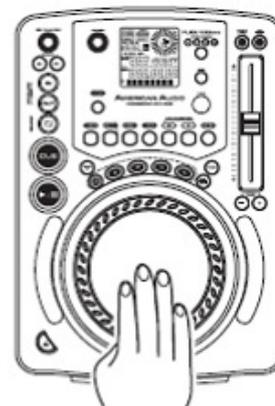
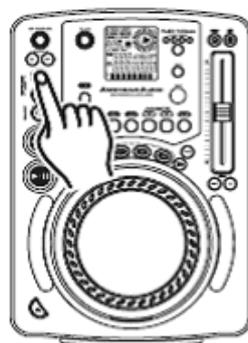

Figura 12
Figura 19
Questa funzione consente di scorrere un frame dopo l'altro all'interno della traccia, per trovare ed impostare un "cue point" di avvio o un "loop point". Per utilizzare la funzione di scorrimento bisogna prima impostare la modalità Pause (vedere sezione 6) oppure Cue (vedere sezione 9). Una volta in modalità Pause oppure Cue ruotare la Jog Wheel (14) per scorrere attraverso la traccia (Figura 12). Ruotando la Jog Wheel in senso orario si effettua la ricerca in avanti del frame; ruotandola in senso antiorario si esegue la ricerca indietro. Quando si utilizza la Jog Wheel (14) la funzione monitor (a livello cuffie) consente di ascoltare la traccia che sta scorrendo. Una volta raggiunto il punto di avvio desiderato è possibile impostare un "cue point" di partenza premendo il pulsante IN (24) come mostrato in Figura 19. Premendo il pulsante Cue (20) o Cue/Play, come mostrato in figura 11, riporta al punto appena impostato. Nota: Per i parametri X e Y, se non vi sono effetti attivi e l'uno o l'altro dei pulsanti di parametro è attivato, la Jog Wheel (14) eseguirà il pitch